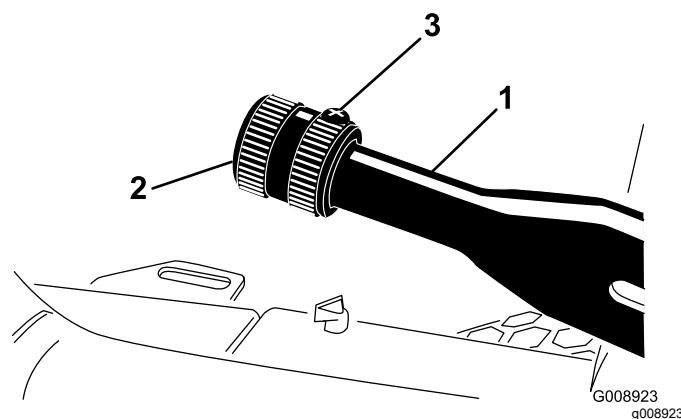

Рисунок 75
2. Ослабьте установочный винт, который крепит ручку к рычагу стояночного тормоза (Рисунок 75).